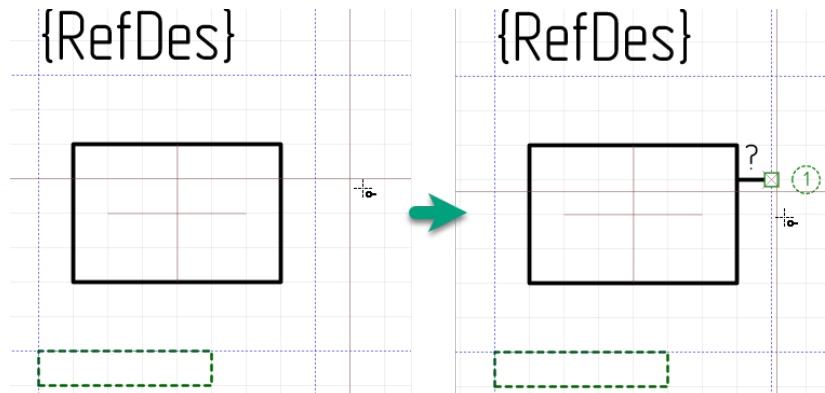

Рис. 186 Курсор, при использовании инструмента «Разместить вывод»
1. Выберите инструмент «Разместить вывод». На Рис. 186 показан курсор - , которым отображается инструмент «Разместить вывод» -  в